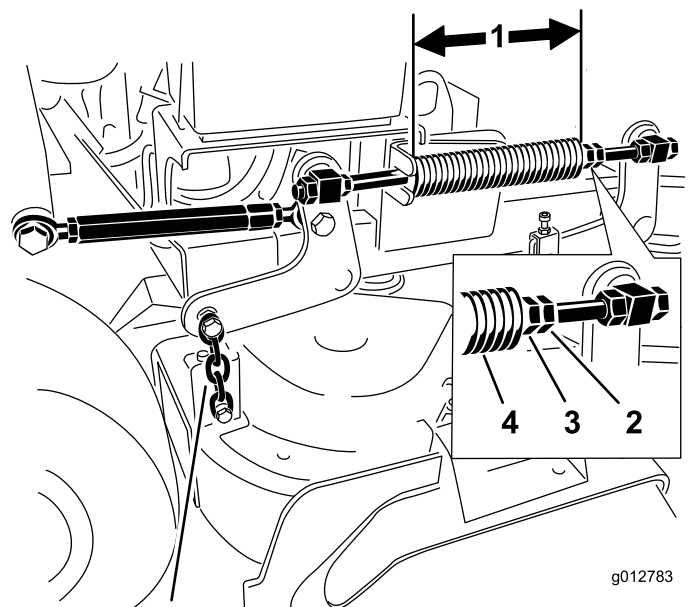

Figura 88
2. Compruebe la longitud del muelle de compresión. La longitud nominal es de 28.2 cm (11-1/8 pulgadas) para carcassas de corte de 36 pulgadas y 25.7 cm (10-1/8 pulgadas) para carcassas de corte de 102 cm (40 pulgadas) (Figura 88).
3. Ajuste esta distancia aflojando la contratuerca elástica y girando la tuerca que está delante de cada muelle (Figura 88).
4. Fije la tuerca en la posición deseada apretando la contratuerca elástica (Figura 88).